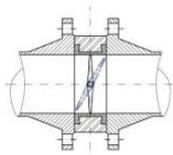
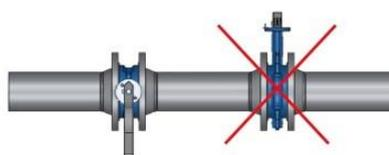

рис. 2
рис. 4
2. Перед началом монтажа убедитесь, что внутренний диаметр фланцев соответствует номинальному диаметру дискового затвора (рис.2). Затворы рекомендуем монтировать таким образом, чтобы шток затвора был в горизонтальном положении ( $\pm 30^\circ$ ) и открытие диска (подъем нижней части диска) осуществлялось «по потоку». (рис. 4) При такой установке взвесь вымывается потоком воды из седлового уплотнения затвора. Установка затвора в положении с вертикальным расположением штока приводит к тому, что в лотковой части затвора в зоне уплотнения штока и диска отлагаются абразивные частицы. Это, в свою очередь, ведет к преждевременному абра-